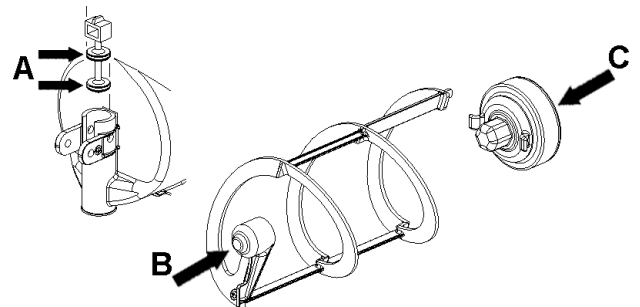

Bild 11
- 2 Den Hahnkolben und die magnetische Außenspirale einfetten (an den in Bild 11 gezeigten Stellen A, B und C) schmieren. Dazu ausschließlich das vom Hersteller gelieferte Fett oder anderes Fett für Speisezwecke verwenden.